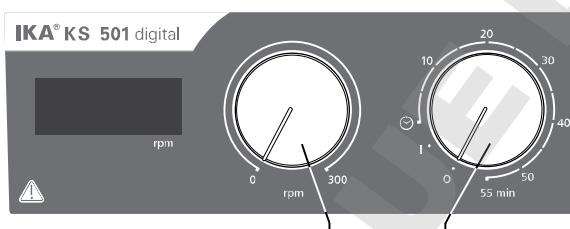

Fig. 3
- ⇒ For at tænde for apparatet drej drejeknappen „**Til/fra**“ og „**Timer**“ (**B**, se Fig. 3) med uret til position „**1**“.
- ⇒ Indstil motorens omdrejningstal med reguleringsknappen „**Omdrejningstal**“ (**C**, se Fig. 3). Motorens omdrejningstal kan sættes til 0 til 300 rpm.